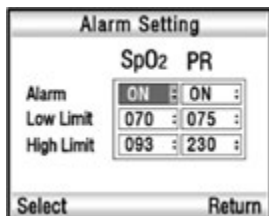

Рис. 6-2
В подменю установки тревоги (Alarm Setting), нажимайте кнопки «Верх/Вниз» для перемещения курсора к пункту Alarm (SpO₂) или Alarm(PR), затем нажмите кнопку «Выбрать (Select)» для выделения этого пункта подменю. Нажимая кнопки «Верх/Вниз» установите ВКЛ(ON) или ВЫКЛ(OFF) см Рис. 6-2. Затем повторно нажмите «Выбрать (Select)» для подтверждения и сохранения настроек. Если вы выключите тревогу SpO₂ и/или ЧП(PR) то значения пределов на экране будут со значком «х».